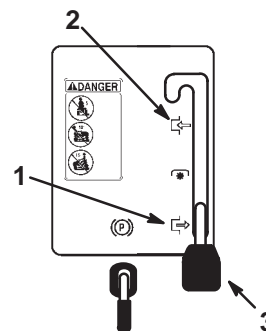

Abbildung 8
4. Den Mähwerkbetätigungshebel auf "AUSGEKUPPELTE" Position stellen (Abb. 8).